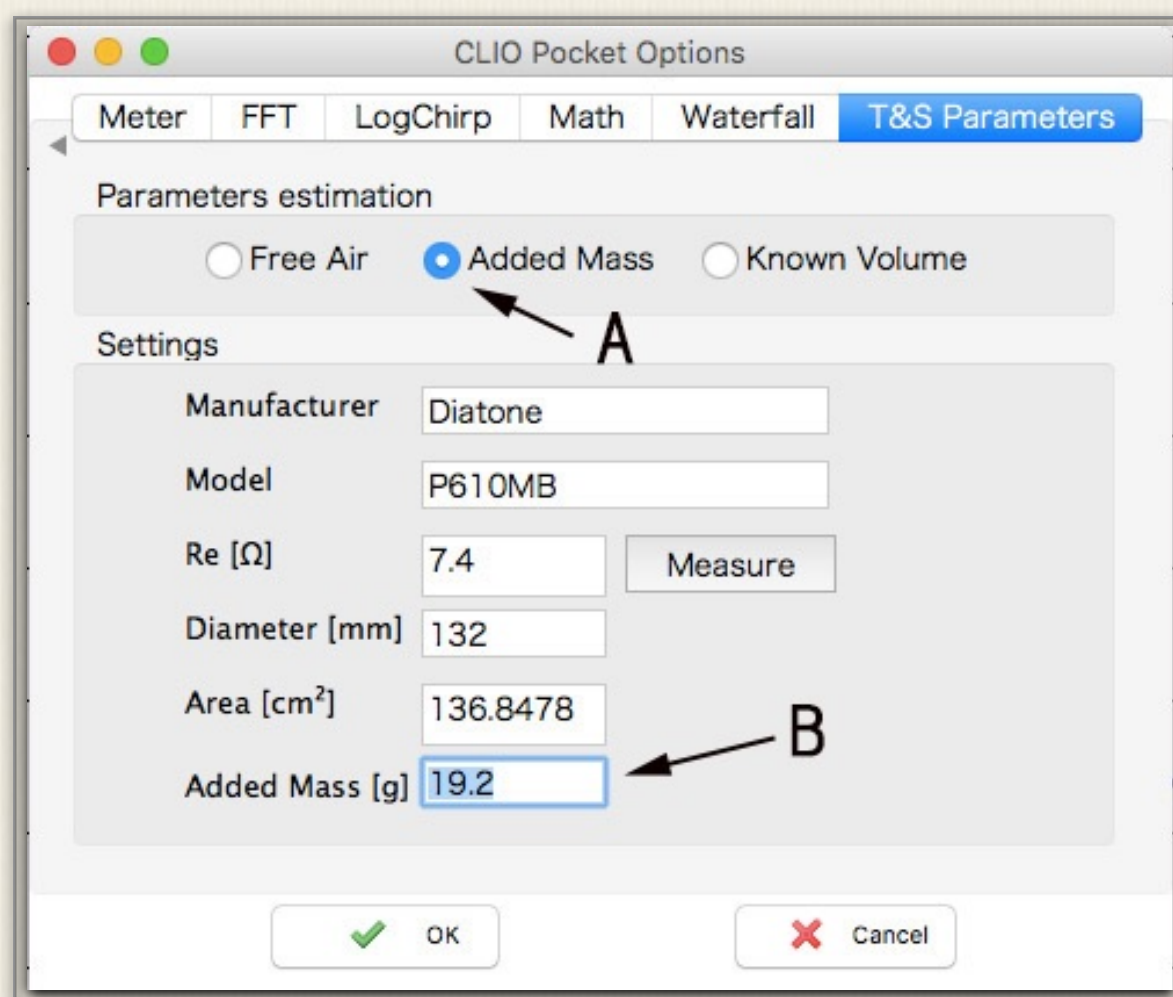

図3-9 T&Sパラメーター（重量負荷）設定
- ① 再び「CLIO Pocket Options」上で、図3-9「T&S Parameters」タブを開く
- ② 矢印A 重量負荷「Added Mass」を選択する
- ③ 振動板に負荷した重量を、矢印Bに入力
- ④ T&Sパラメーターを開く